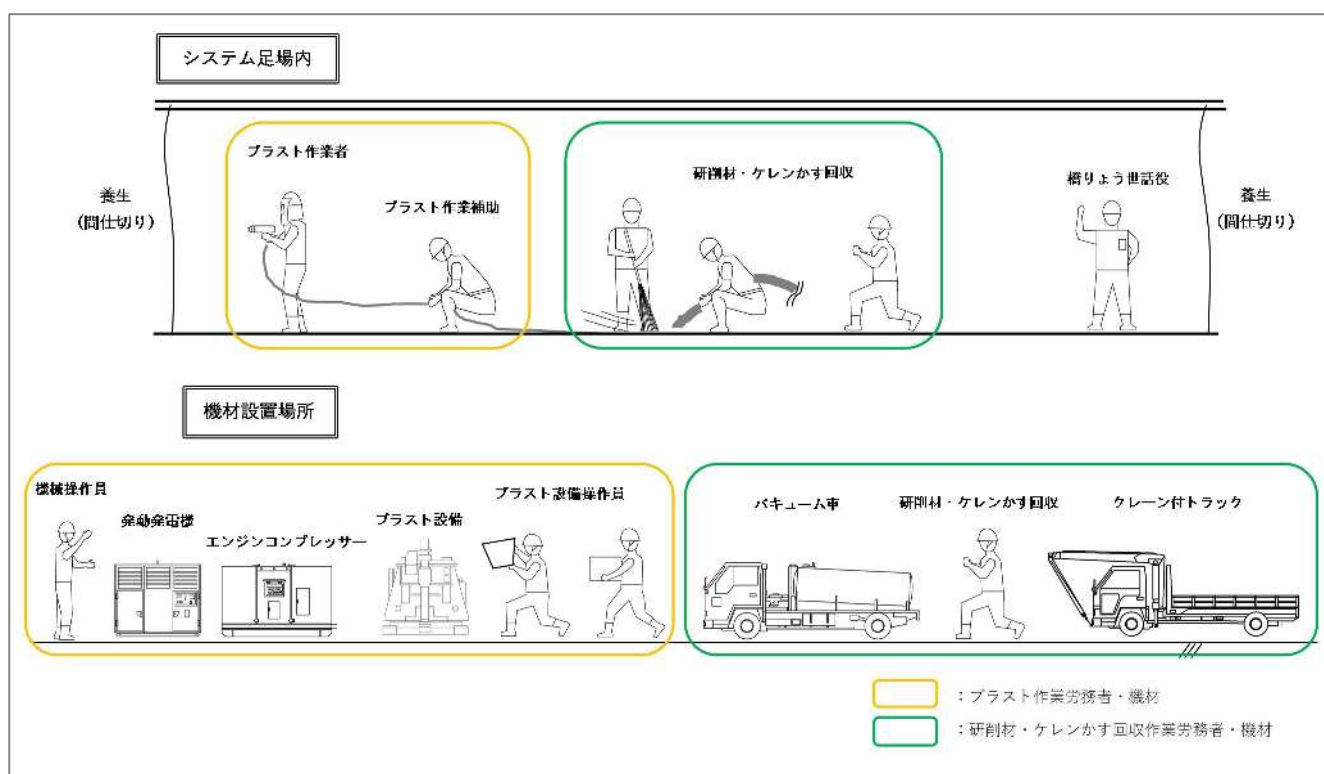

図 5-14-4 ブラスト作業時の標準作業状況（概念図）
① 1 次ブラスト
- ・ 標準的な作業員と主な資機材の配置は図 5-14-4 とする。
② 2 次ブラスト